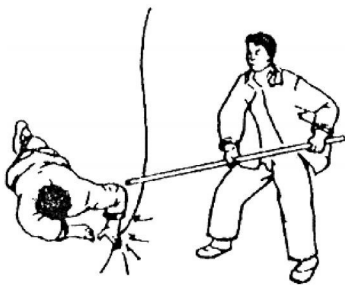

图 1-2-8 挑开电线
(3) 对于由导线绝缘损坏造成的触电,急救人员可用绝缘工具、干燥的木棒等将电线挑开,如图 1-2-8 所示。